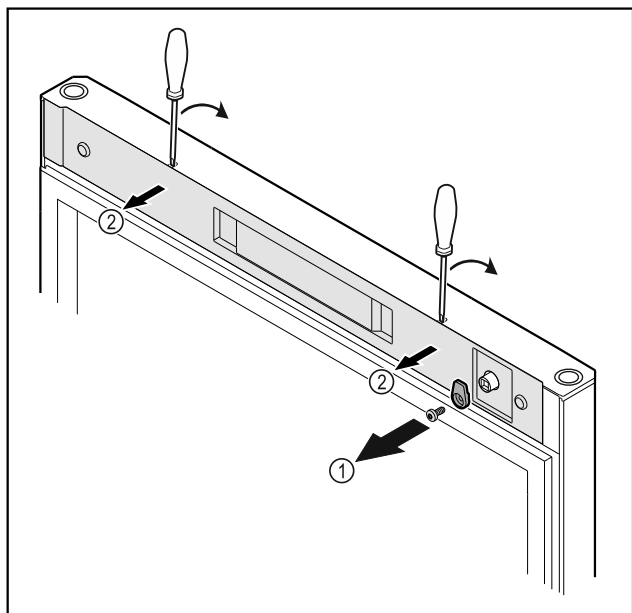

Fig. 22
- Lironi vidat e grepit të mbylljes Fig. 22 (1).
- Nxirrni nga foleja kapakun mbulues Fig. 22 (2) me një kaçavidë të vogël dhe hiqeni.